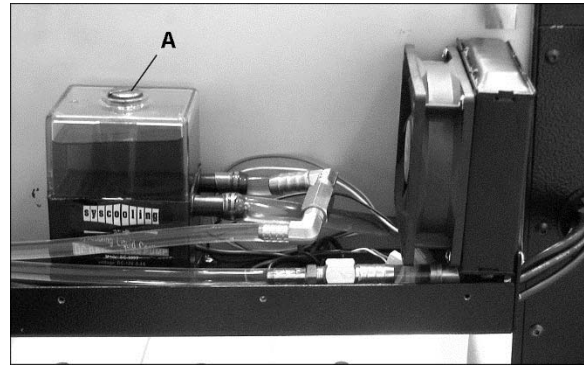

Figure 12-1
1. Retirer le couvercle arrière et dévisser le bouchon de remplissage (A, figure 12-1).